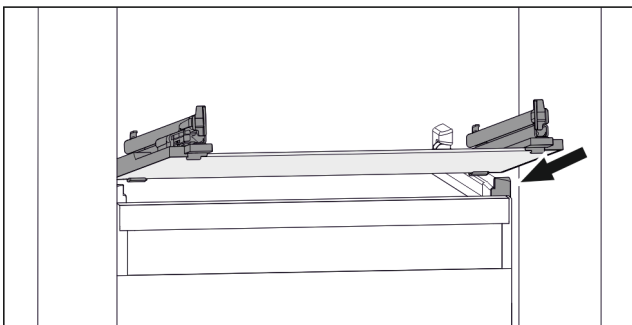

Fig. 60 Примерно изображение на стъклената плоча
- Поставете стъклената плоча под ъгъл зад ограничителите. (виж Fig. 60)